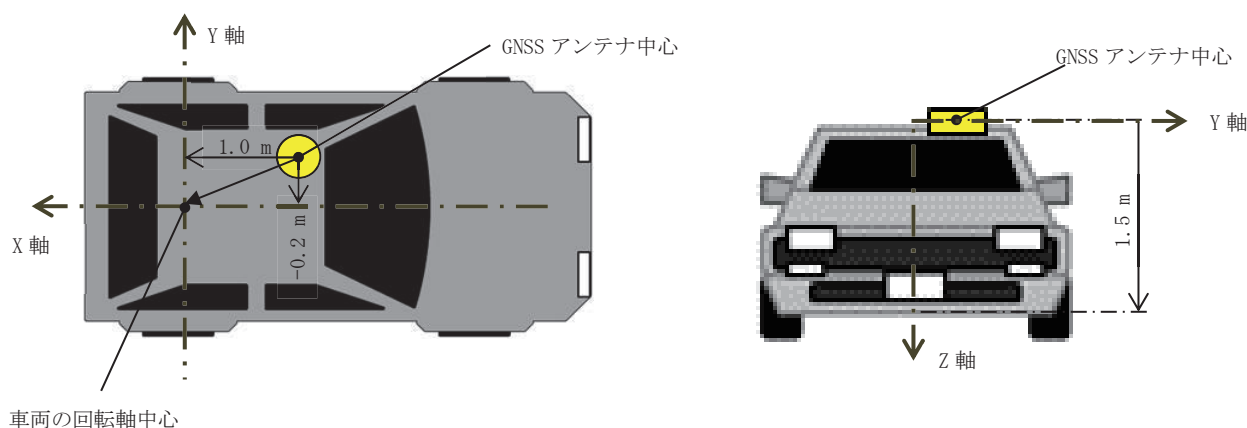

図 6.7 車両回転軸中心-アンテナ間距離計測例
- ① アンテナ設置位置と車両の回転軸中心とのX軸方向距離、Y軸方向距離を計測します。また、アンテナ設置位置と車両のタイヤ中心とのZ軸方向距離を計測します。(例、図 6.7)
- ② X軸方向の設定では、パラメータ変更画面で『63』と入力し、『Enter』キーを押します。
- ③ 測位計算位置を車両回転軸中心に変更するため、『1.00』と入力し、『Enter』キーを押します。
- ④ Y軸方向の設定では、パラメータ変更画面で『64』と入力し、『Enter』キーを押します。
- ⑤ 測位計算位置を車両回転軸中心に変更するため、『-0.20』と入力し、『Enter』キーを押します。
- ⑥ Z軸方向の設定では、パラメータ変更画面で『65』と入力し、『Enter』キーを押します。
- ⑦ 測位計算位置を車両タイヤ中心へ変更するため、『1.50』と入力し、『Enter』キーを押します。
- ⑧ パラメータ変更画面が再読み込みされ、更新されたパラメータ変更画面を表示します。『63. arm\_x=1.00[m]』、『64. arm\_y=-0.20[m]』、『65. arm\_z=1.50[m]』となっていれば、測位計算位置変更の入力成功です。